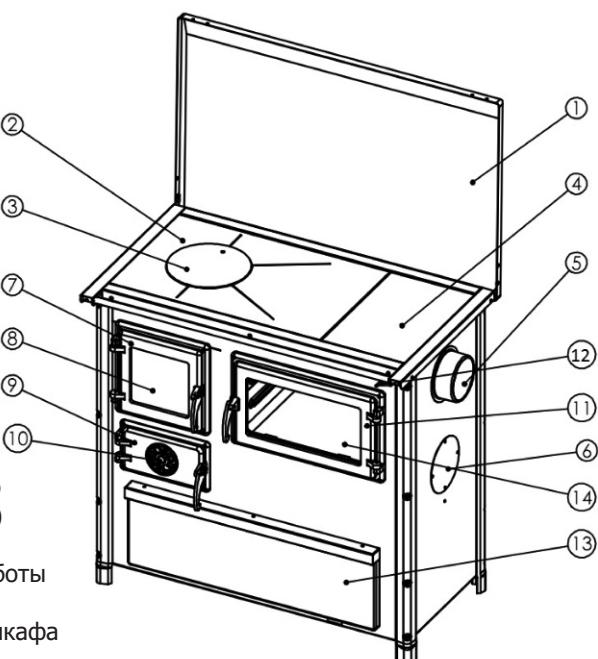

Рисунок 1
Верхняя поверхность: стальная рама , стальной варочный настил (Рисунок 1,позиция 2), с круглой вставной частью – конфоркой.
С плитой поставляется стальной дымоотводный патрубок (Рисунок 1,позиция 5), который монтируется при помощи четырех винтов к боковым сторонам.
(Рисунок 1):
- дверцу зольного ящика оставьте открытой до появления стабильного огня, после закрытия интенсивность горения регулируйте с помощью регулятора подачи воздуха (рисунок 1,позиция 10);
- при добавлении топливо, приоткройте дверцу(рисунок 1,позиция 7) на несколько градусов, подождите 4-5 секунд и только после этого медленно откройте до конца. Не открывайте дверцу быстро,т.к из плиты могут выпасть искры огня.
Регулятором тяги в плите Вы регулируете температуру, мощность и скорость сгорания топлива (Рисунок 1, позиция 10).